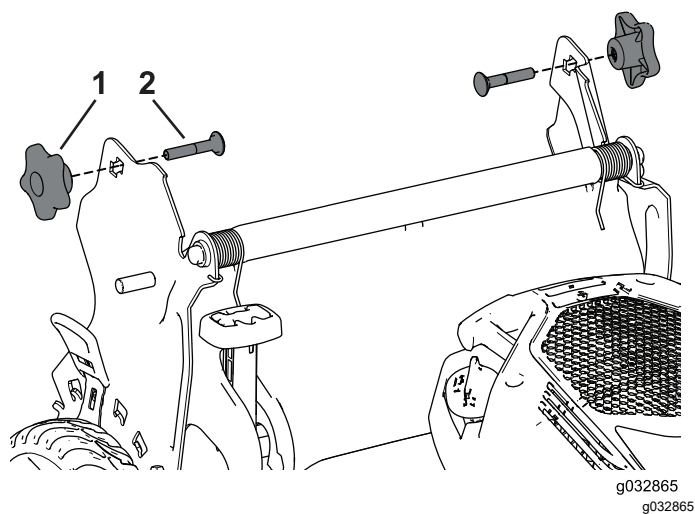

Figura 22
3. Introduzca el perno de cuello cuadrado (con la cabeza del perno en el interior) por el soporte del manillar y el orificio superior del extremo del manillar. Asegúrese de que los bordes cuadrados de los pernos de cuello cuadrado encajan en el taladro cuadrado del soporte del manillar correspondiente (Figura 22).